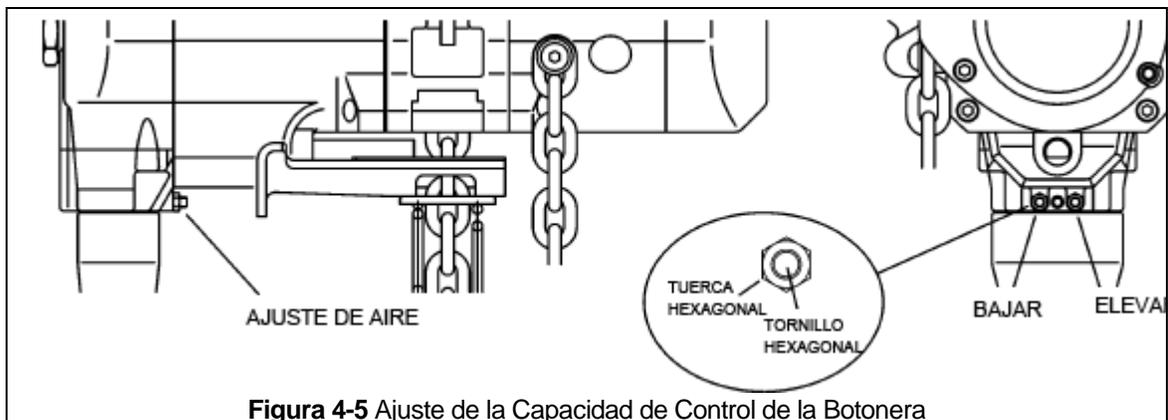

Figura 4-5 Ajuste de la Capacidad de Control de la Botonera
- 4.6.2 Para ajustar la presión de aire de la botonera, ubique la tuerca y el tornillo hexagonales como se muestra en la Figura 4-5. El tornillo de ajuste de la izquierda es para ajustar la velocidad de descenso y el tornillo de ajuste de la derecha es para ajustar la velocidad de elevación.